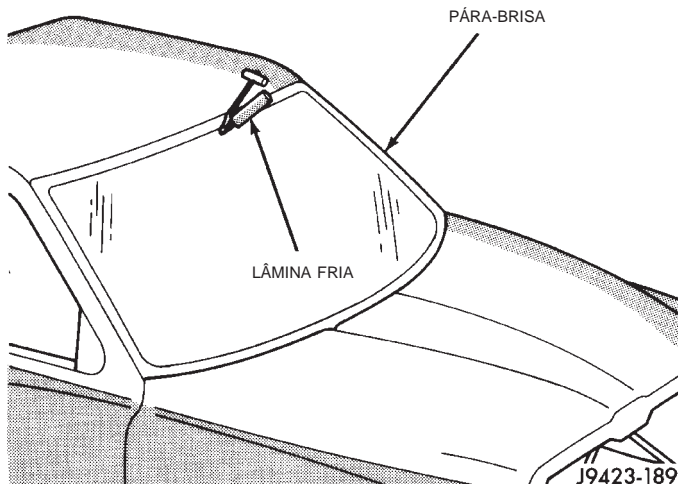

Fig. 1 Corte o uretano em torno do pára-brisa
(4) Corte em torno do perímetro interno da moldura do batente e separe a capa da moldura do batente.
(5) Com uma faca fria, corte o uretano em torno do perímetro do pára-brisa (Fig. 1).
(6) Remova o vidro do pára-brisa da estrutura.